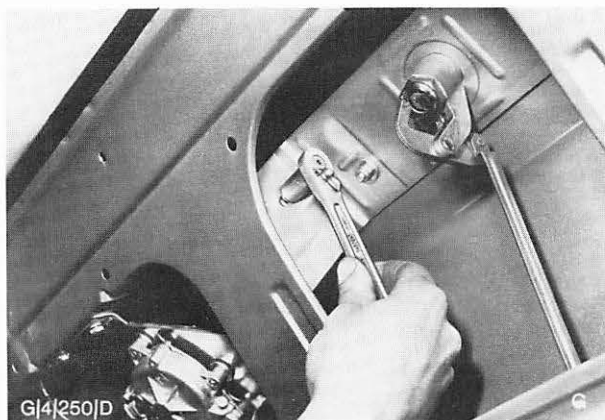

Abb. 41 Befestigungsschrauben – Wischermotorhalter herausdrehen
6. Schrauben (3) – Scheibenwischermotor-Halter an Rückwandklappe herausdrehen. Abb. 41. Schraube – Massekabel entfernen, Mehrfachstecker trennen und Scheibenwischermotor mit Gestänge aus der Rückwandklappe herausnehmen.
12. Gestänge an der Antriebskurbel anbringen. Motor mit Halter und Gestänge in Einbaulage bringen und mit 3 Schrauben befestigen. Abb. 41.